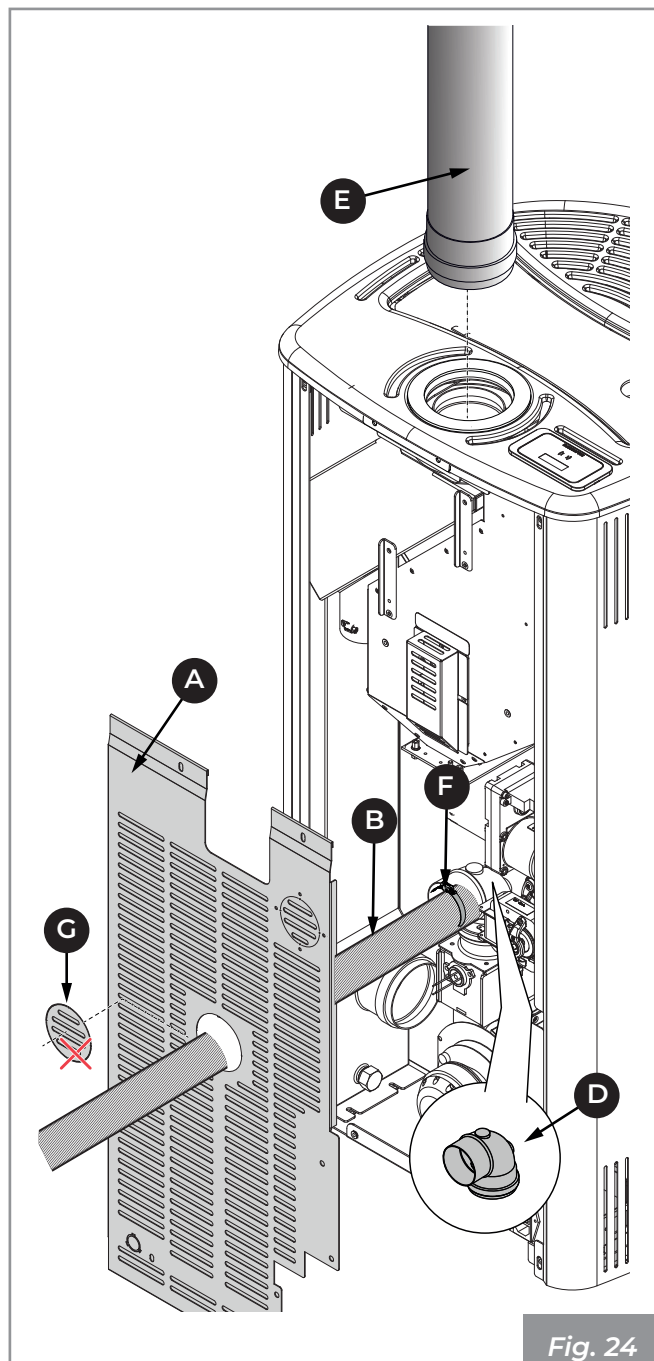

Fig. 24
- Conectar la curva (D).
- Quitar el precorte (G) en el respaldo (A) y hacer pasar el tubo flexible (B) para conectarlo a una toma de aire externa (Fig. 24).
- Apretar el tubo (B) con la abrazadera metálica (F) aflojada antes.
- Volver a montar el respaldo (A).
- Conectar el tubo de salida humos (E).